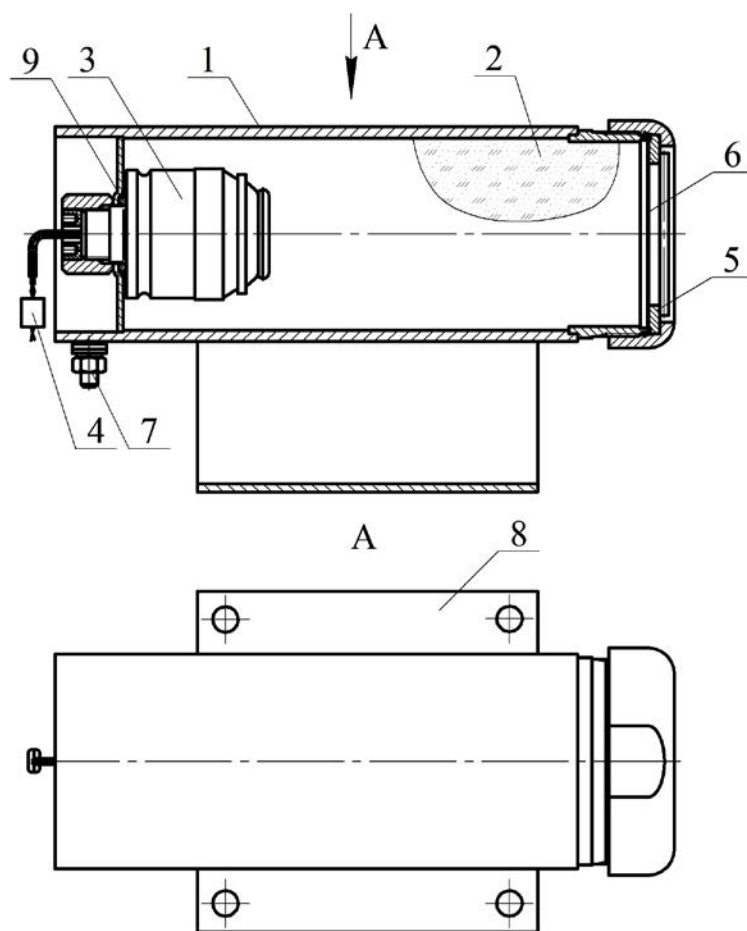

Рисунок 1
4.1.1 МПП (см. рисунок 1) состоит из корпуса **1**, в котором размещаются огнетушащий порошок (ОП) **2** и источник холодного газа (ИХГ) **3** с элементом электропусковым **4**. В передней части корпуса находится насадок - распылитель **5**, выходное отверстие которого перекрыто мембраной **6**. Модуль имеет заземляющий зажим **7**.
7.3 Комплект поставки для перезарядки МПП (см. рисунок 1):